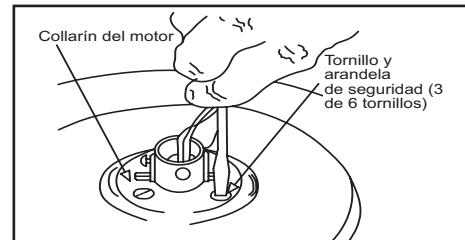

Figura 9
5. Coloca la junta de goma sobre los otros tres tornillos, inserta los cables que salen por la parte superior del motor del ventilador a través del aro de la cubierta (asegúrate de que las aberturas en forma de ranura estén en la parte superior), luego procede a colocar la cubierta de techo sobre el collarín en la parte superior del motor (Figura 9).
que sujetan el collarín del motor a la parte superior de la carcasa del motor (Figura 9).